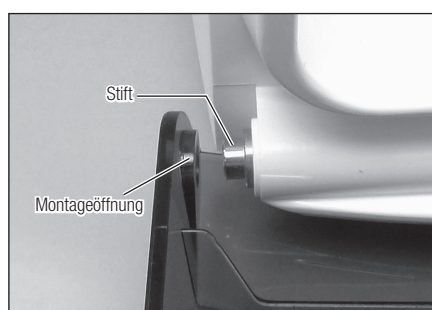

Abb. 23
- 1) Führen Sie die Montageöffnung an der Tür in den Stift auf der linken Vorderseite (Abb. 23).